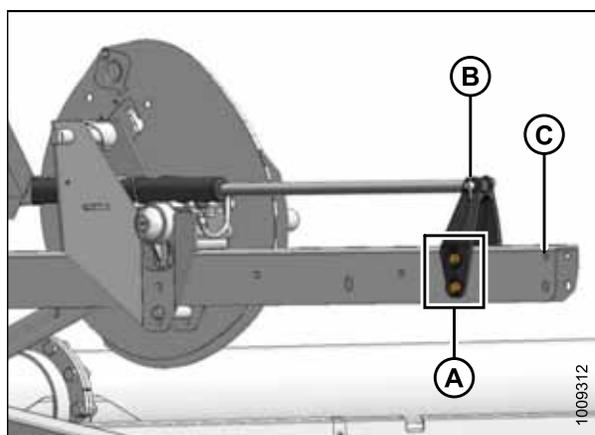

Рисунок 3.41: Заднее положение
- Заднее положение, см. рис. 3.41, страница 74